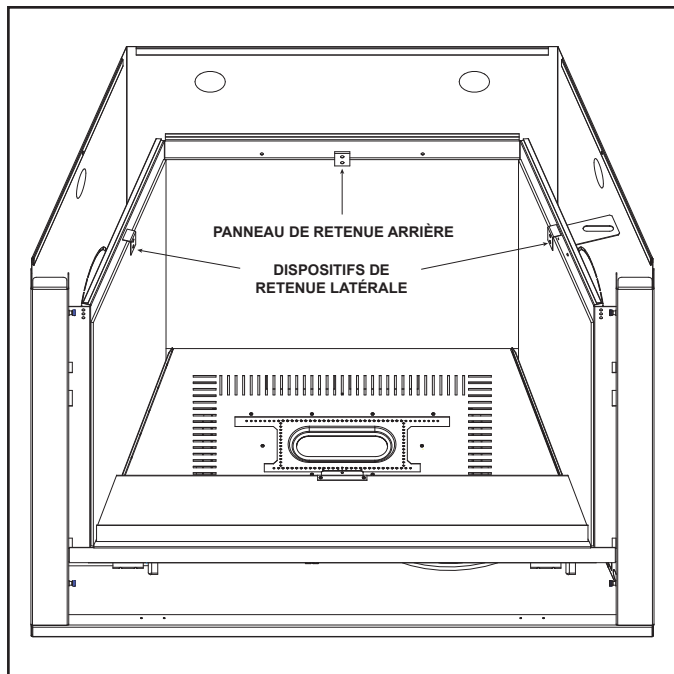
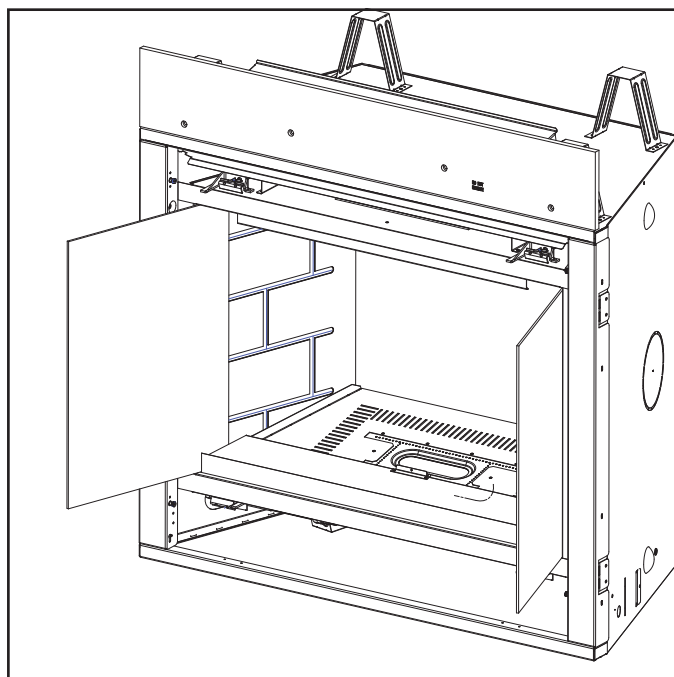

Figure 4.3 Retrait des retenues du panneau de verre
Figure 4.4 Retrait du panneau de verre
2. Retirez les dispositifs de retenue du panneau de verre latéral. Voir la figure 4.3. Faites glisser les panneaux de verre latéraux hors de l'appareil, comme indiqué à la figure 4.4.
3. Retirez la fixation de la vitre arrière, illustrée à la figure 4.3, et retirez la vitre arrière de l'appareil.